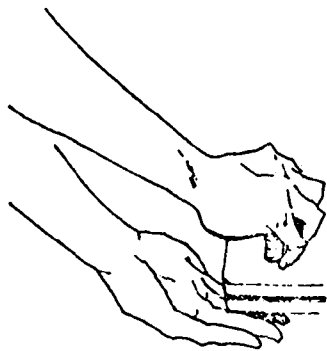

FIG. 4
7.º Passo – Coloque os parafusos e porcas e dê o aperto final com chaves fixas (Figs. 4 e 5).